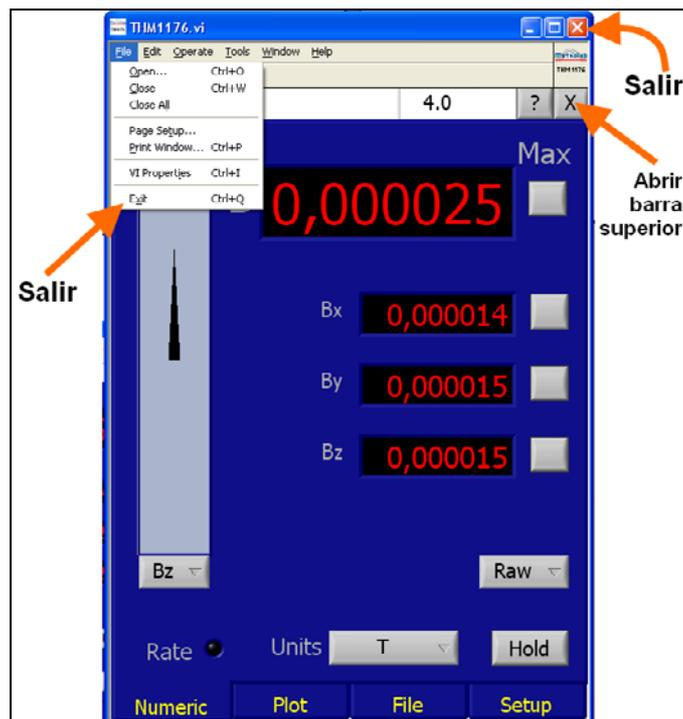

Fig. 6: Para parar las mediciones y salir del programa.
Para detener definitivamente las mediciones y salir del programa THM1176, hay que hacer clic en el aspa (X) de arriba/derecha. Entonces se abrirá una nueva barra superior con otras funciones, en donde se podrá abrir el menú en "File" y hacer clic en "Exit". También se puede salir haciendo clic en el aspa con fondo rojo del rincón superior derecho. Ver Fig. 6 y 7.